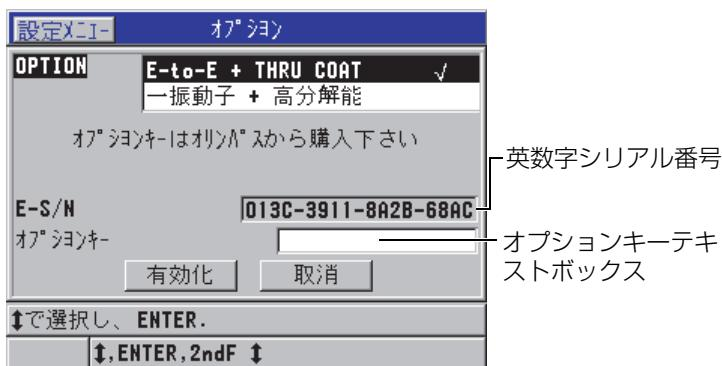

図 6-1 オプション画面
- SP** メニュー（45 ページの図 4-2 を参照）で、オプション（71 ページの図 6-1 を参照）を選択し、**ES/N** フィールドに表示される 16 行の英数字シリアル番号を書き留めておいてください。
- オプション画面（71 ページの図 6-1 を参照）で、以下の操作を行います。